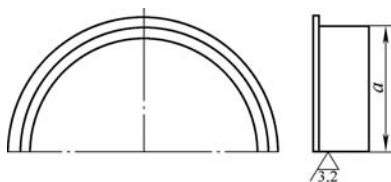
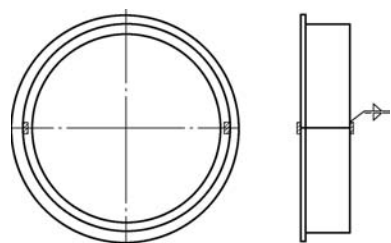

图 2
图 3
保证哈夫面无间隙), 合并配对加工(见图2、图3)。
(4) 加工精基准。根据图2中哈夫半圆顶面尺寸的一致性, 可利用数控立铣的特性, 在大端面精加工四处装夹基准(光出)和内圆找正基准(光出)。该工序的实施确保了哈夫面与端面基准的垂直度在0.02mm之内、哈夫对称度在0.05mm之内。
(5) 精加工, 控制装夹变形及加工中的热变形。数控立式车床加工, 夹紧方式为利用端面基准, 夹工件大外圆, 同时在工件端面用四块外压板均匀压紧工件, 找正加工内孔至成品后, 外压板先不松开, 而用另一块内压板从内孔中压紧工件端面, 这样减少了工件装夹误差, 使内孔、外圆加工至成品后的内外圆同轴度较好, 约在0.02mm左右。同时采用半精车、精车加工的工艺流程消除加工中所产生的热变形。
(6) 提高表面质量的措施。选择合适的切削用量, 切削速度 $v=100\text{m/s}$ 左右, 进给量 $f=0.05\sim 0.06\text{mm/r}$ 。修磨刀具刃面, 使刀具切削刃面在整个切削过程能产